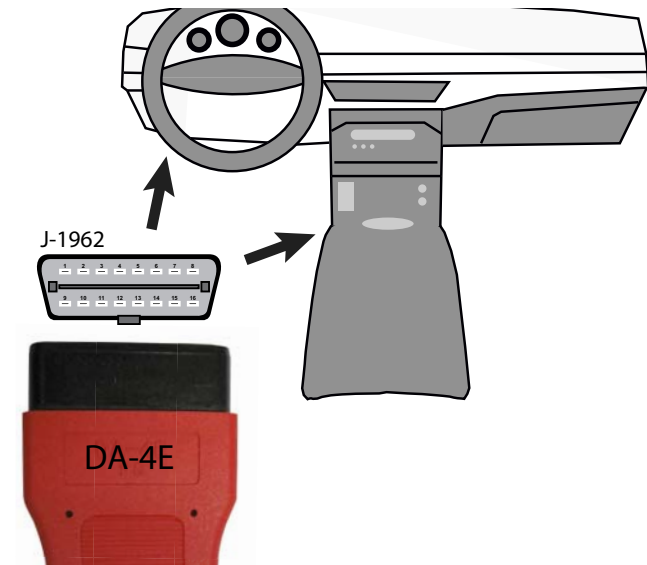

Figura 3-3
2. Conecte el extremo de 16-pines (J-1962) del cable DA-4E (*Figura 3-3*) al DLC del vehículo.